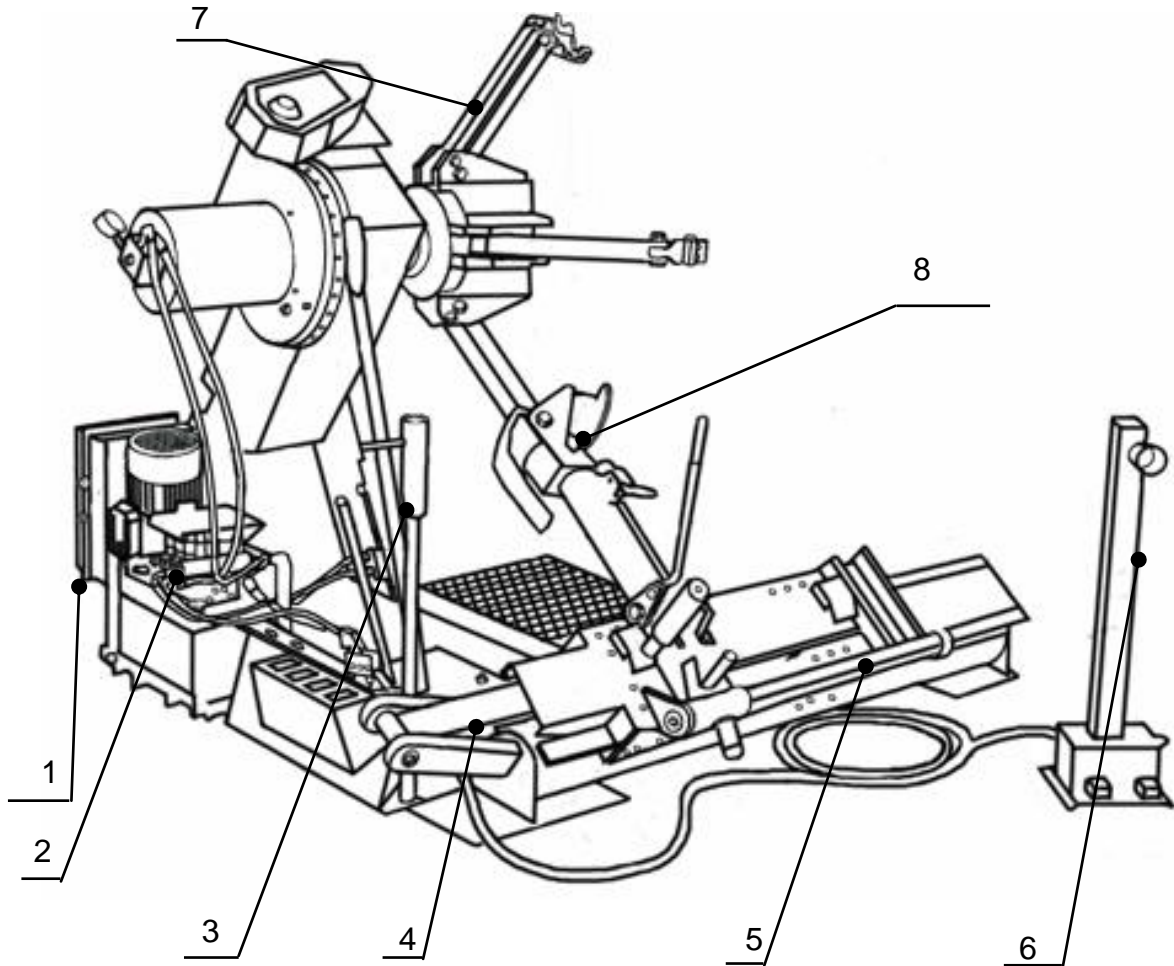

Рисунок 1 Стенд шиномонтажный грузовой
4.2.1 Стенд представляет собой стационарное устройство с электрогидроприводом. Конструкция стенда (см. Рисунок 1) включает в себя станину 4, на которой уста-